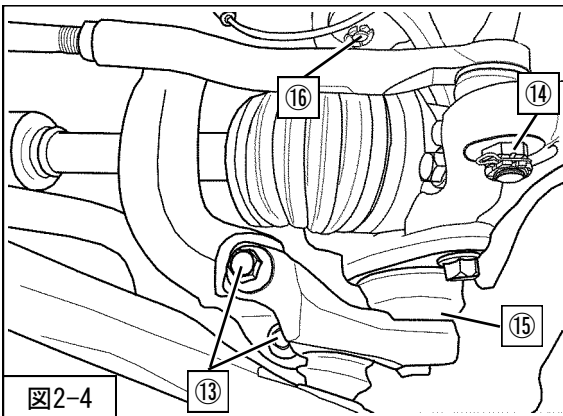

図2-4
を取付けてください。(図2-4)
6. ジャッキ等でロアアームを支持し、①5 ナックルボールジョイントを接続してください。(図2-4)
7. ①4 タイロッドエンドボールジョイント取付ナット